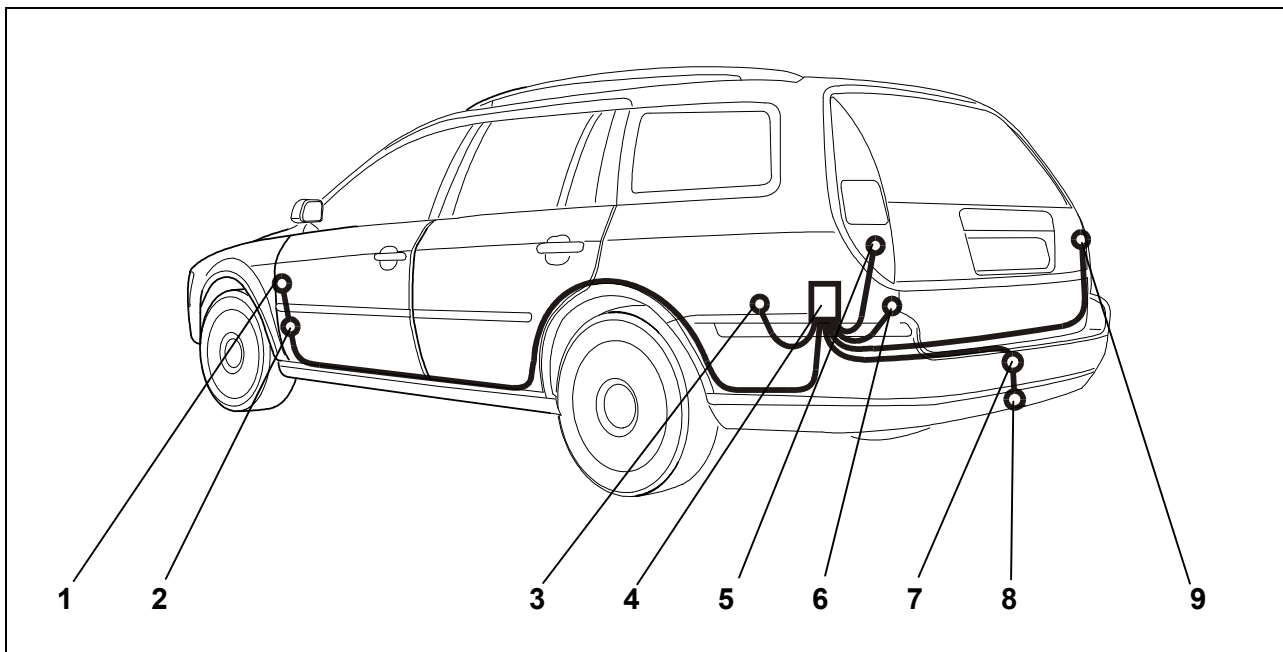

Fig. 1 : Schema di montaggio
4. Eseguire un foro  $\varnothing$  19 mm per il passaggio dei cavi (fig. 1/7) nel punto adeguato:
6. Infilare il terminale del fascio di cavi attraverso l'apposita apertura (1/7), partendo dal bagagliaio, verso l'esterno sino alla lamiera portapresa (fig.1/8).
7. Infilare la bussola di gomma nel passaggio cavi (fig. 1/7).
9. Inserire il contatto ad innesto nel corpo della presa (fig. 1/8) come da schema occupazione presa ed avvicinare la guarnizione di gomma alla presa.